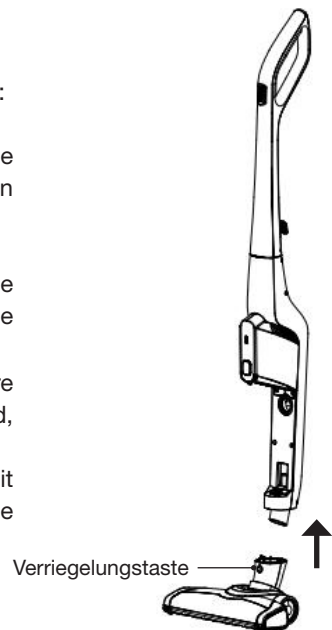

Abb. 14
1. Trennen Sie die Elektrobürste vom Gehäuse, indem Sie die Entriegelungstaste auf der Elektrobürste drücken (Abb. 14).